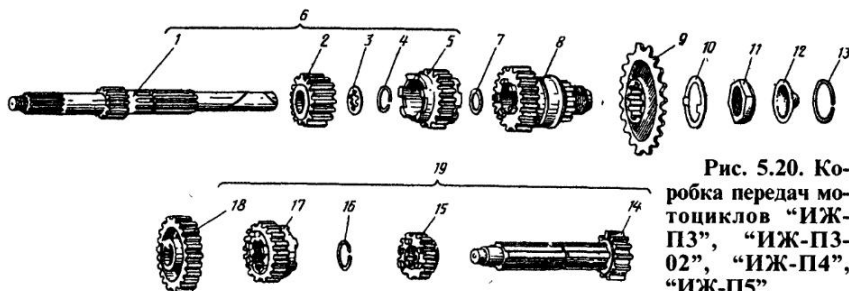

Рис. 5.20. Коробка передач мотоциклов "ИЖ-ПЗ", "ИЖ-ПЗ-02", "ИЖ-П4", "ИЖ-П5"
- положить в левую половину картера шестерню 18 1-й передачи (см. рис. 5.20) кольцевой выборкой к подшипнику;